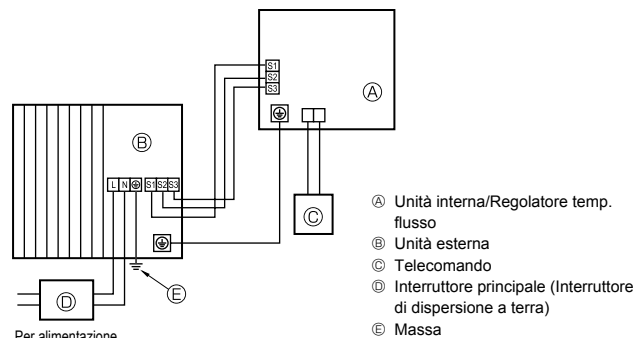
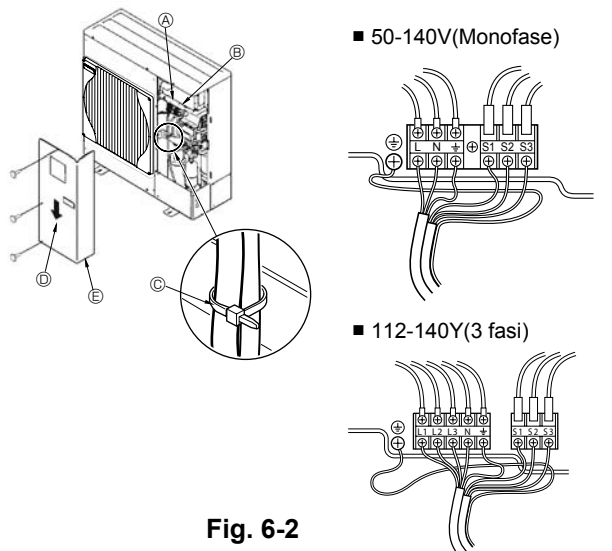

Fig. 6-1
Fig. 6-2
6.1. Unità esterna (Fig. 6-1, Fig. 6-2)
- Posizionare i cavi secondo la Fig. 6-1 e la Fig. 6-2.